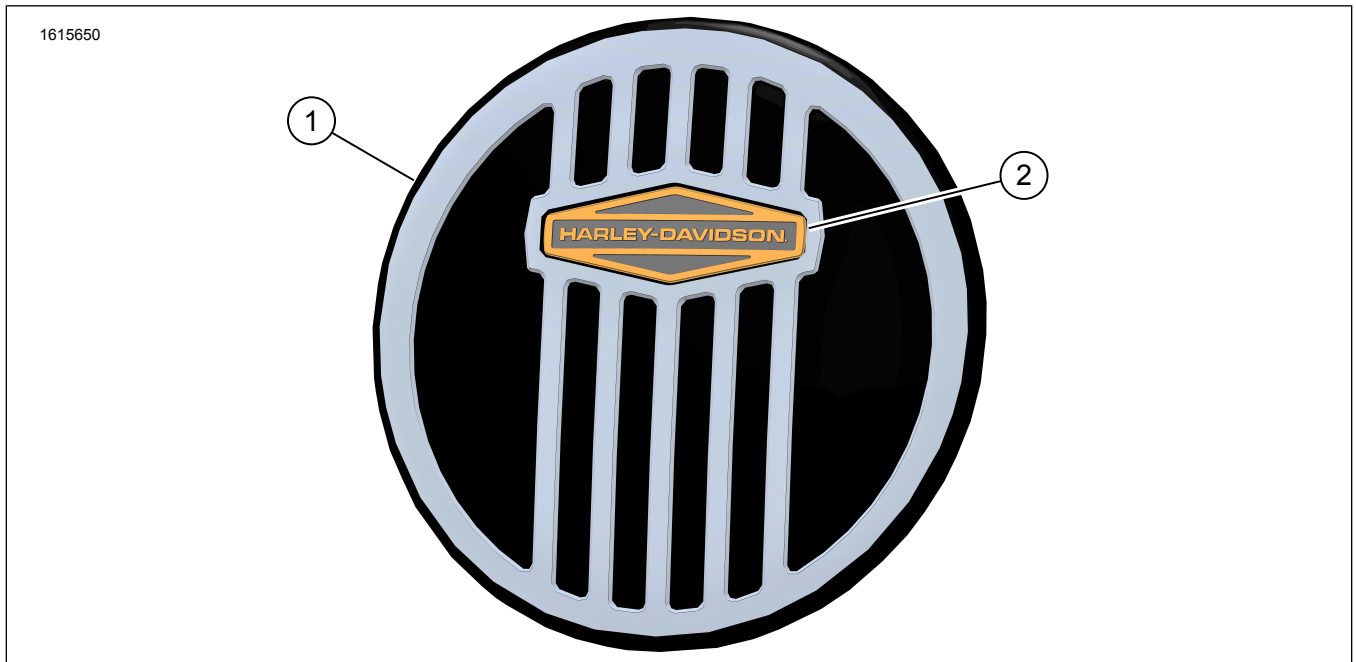

Abbildung 1. Inhalt des Satzes: Konsolenabdeckungs-Satz
- Abbildung 1 Das Medaillon (2) auf Konsolenabdeckung (1) kleben.